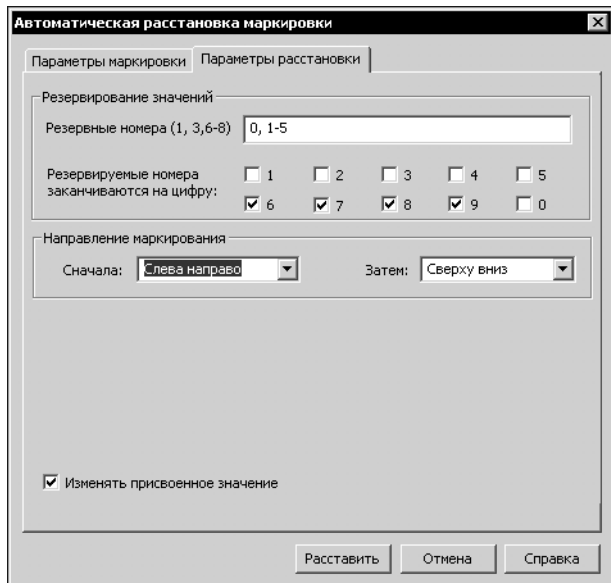

Рис. 22.21. Диалог задания параметров расстановки
- ▼ Параметры расстановки (рис. 22.21, табл. 22.5).